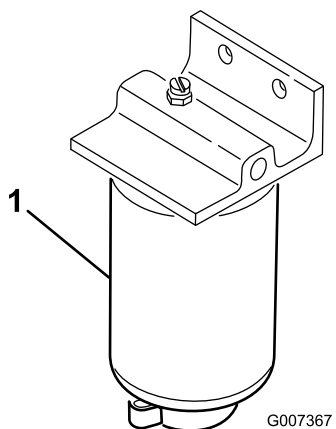

Рисунок 63
1. Подставьте под корпус топливного фильтра чистую емкость (Рисунок 63).